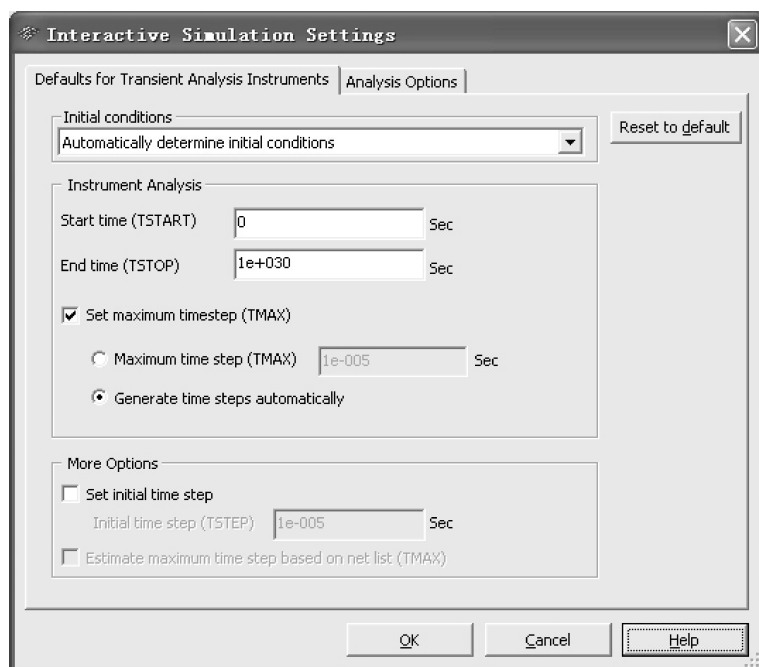

图 1-31 交互仿真设置对话框
- (1) Run: 运行仿真。
- (2) Pause: 暂停仿真。
- (3) Stop: 停止仿真。
- (4) Instruments: 其下拉菜单中包含各种仪器,可选择放置。
- (5) Interactive Simulation Settings: 执行该命令,弹出图 1-31 所示交互仿真设置对话框,可在其中对与瞬态分析有关的仪表及选项进行设置。
- (6) Mixed - Mode Simulation Settings: 在电路仿真时对数字和模拟元器件的精度和速度进行选择。
- (7) Analyses: 选择仿真分析项目。
- (8) Postprocessor: 对电路分析进行后处理器。
- (9) Simulation Error Log/Audit Trail: 仿真错误记录/检查跟踪。